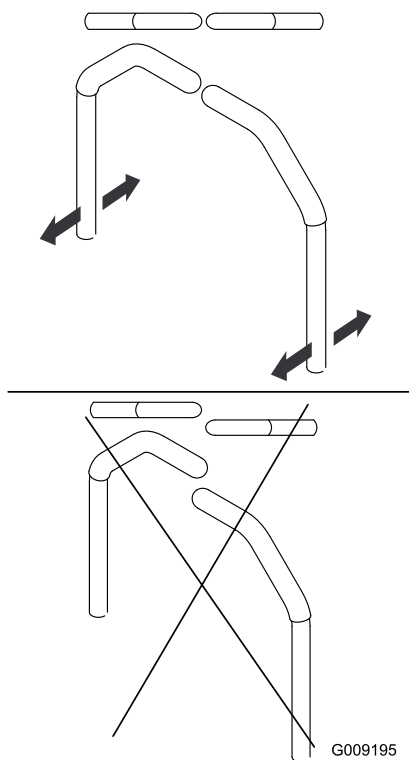

**Figura 49**
- Si la máquina se desvía hacia la derecha, afloje los pernos y ajuste la chapa del tope izquierdo hacia atrás en la ranura en T de la izquierda hasta que la máquina avance en línea recta (Figura 49).
- Si la máquina se desvía hacia la izquierda, afloje los pernos y ajuste la chapa del tope derecho hacia atrás en la ranura en T de la derecha hasta que la máquina avance en línea recta (Figura 49).
8. Apriete la chapa del tope (Figura 49).